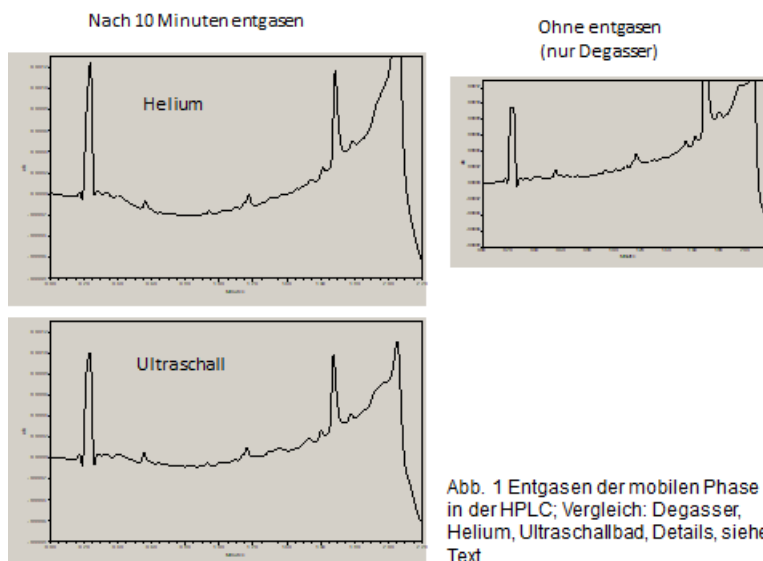

Abb. 1 Entgasen der mobilen Phase in der HPLC; Vergleich: Degasser, Helium, Ultraschallbad, Details, siehe Text
- Für den Fall von sehr anspruchsvollen Messungen, z. B: Spurenanalytik mit vielen Peaks bei sehr niedrigen Wellenlängen, gilt: Ein zusätzliches Behandeln des Eluenten im Ultraschallbad bzw. das Entgasen mit Helium bringt eine (kleine) Verbesserung, siehe Abbildung 1. Die UV-Absorption bei ca. 1,8 min wurde gegenüber dem Entgasen lediglich mit dem Degasser von ca. 0,0005 AU auf ca. 0,0001-0,0003 AU herabgesetzt.